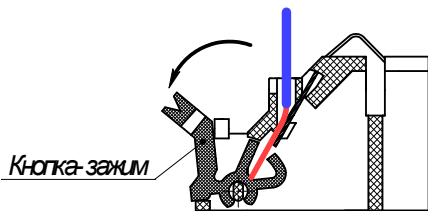

Рисунок 2
- отжать кнопку-зажим (см. рисунок 2), если кнопка поджата. При этом освобождается канал для ввода провода;